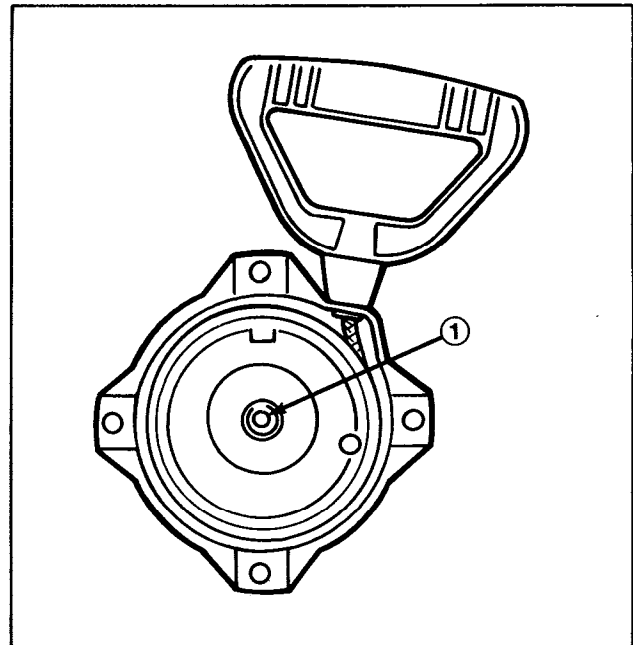

Figure 2
INSTALLATION DE L'ALTERNATEUR (figures 2 à 4)
1. Enlevez les quatre (4) vis ou écrous (selon le modèle de déneigeuse) qui fixent l'ensemble démarreur à corde sur le carter de la soufflante. Prenez note de la position de la poignée du démarreur afin de vous en rappeler au moment du remontage.
2. Si le carter de l'ensemble démarreur à corde comporte un obturateur central (figure 2), enlevez celui-ci en le poussant par l'arrière, puis passez à l'étape 4; sinon, passez à l'étape 3.